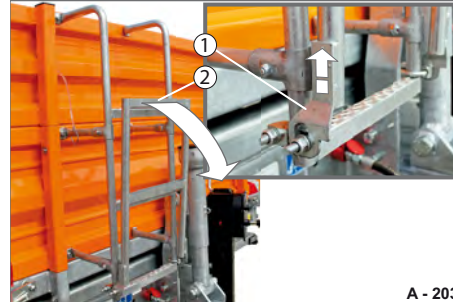

Abb. 220 Aufstiegsleiter aufklappen
- ▶ Heben Sie den ausklappbaren Teil (Abb. 220/2) etwas hoch und klappen Sie diesen vorsichtig herunter. Der ausklappbare Teil arretiert sich im ausgeklappten Zustand.